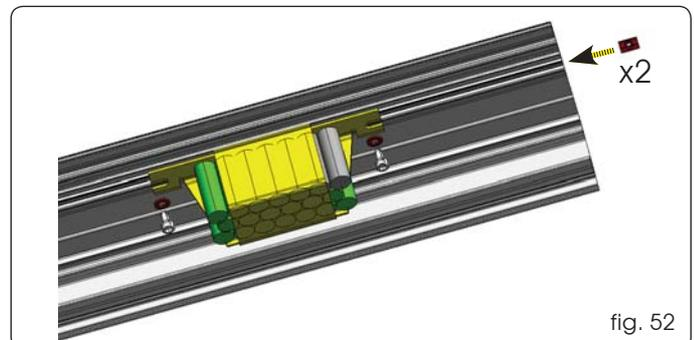

fig. 52
- Introduire deux plaquettes dans le profil de soutien d'après la fig. 52.